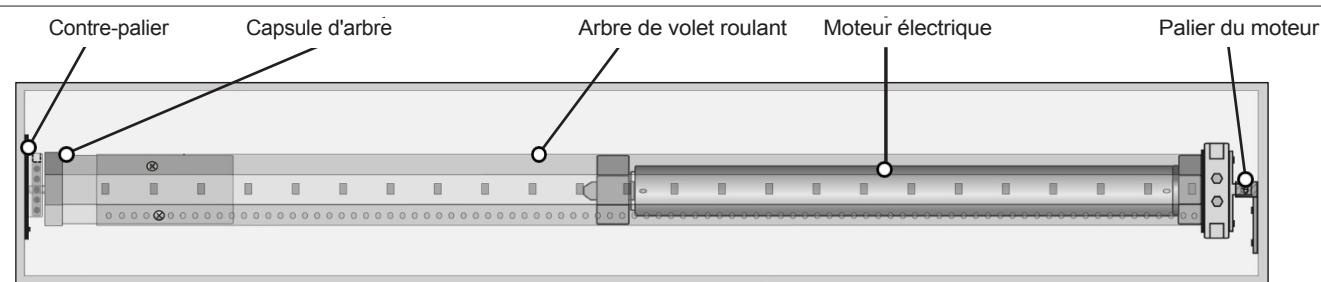

Fig. 5 : Entraînement de volet roulant intégré
- Installez l'entraînement conformément à la figure 5 et connectez un appareil de commutation. Fixer vous n'avez pas encore fixé le volet roulant à l'arbre du volet roulant !